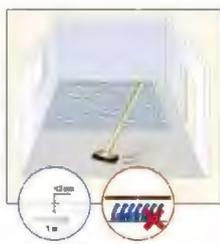

Рисунок 5
6. Укладка SPC ламината допустима на линолеум, паркетную доску или иное основание при условии соблюдения требований ровности, прочности и влажности оснований для укладки ламината. **ЗАПРЕЩЕНА укладка ламината поверх коврового покрытия, а также поверх любого другого нетвердого покрытия или основания.** Если укладка производится на бетонное основание, то относительная влажность стяжки не должна превышать 2,5%. Все неровности стяжки, превышающие 3 мм на 1 пм, должны быть устранены! Основание должно быть чистым, сухим, ровным и прочным. (см. рис.5)